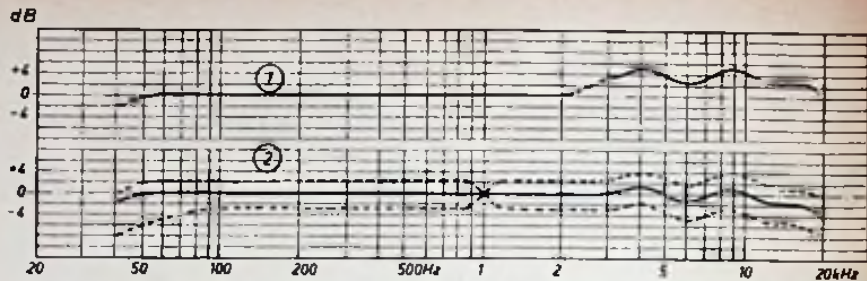

Fig. 3. Weergeefkrommen van de MD441:
In fig. 3 vindt men 2 weergeefkrommen aangegeven: ① „brillant” en ② „vlak”, overeenstemmend met de resp. maximum en minimum stand van het brillantfilter.